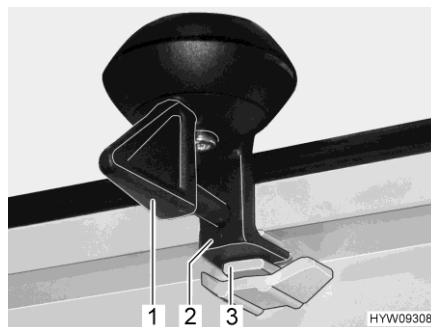

Fig. 47 Bloccaggio (posizione di ricircolo d'aria)
- Ruotare la leva (Fig. 47,1) di un quarto di giro. Il bloccaggio (Fig. 47,2) deve entrare nella rientranza superiore (Fig. 47,3).